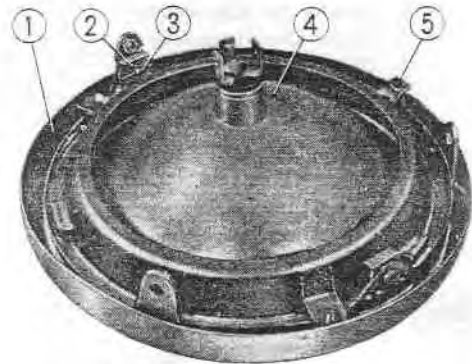

Fig. 16-5 ① Porte de phare
3. Dévisser les deux vis de fixation du réflecteur, la vis de réglage du faisceau et séparer le réflecteur de la porte de phare. (Fig. 16-5)
4. Desserrer les deux vis de phare et déposer le réflecteur. (Fig. 16-5)